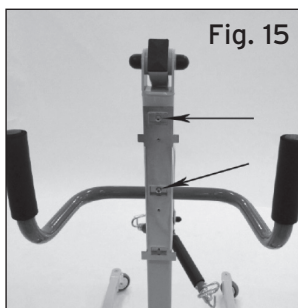

Fig. 15
1. Fije el soporte al mástil con los tornillos suministrados utilizando el primero y el tercer agujero superiores. (Fig.15)